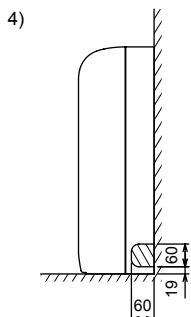

Fig. 3-10
4) Для правого трубопровода (Fig. 3-10)